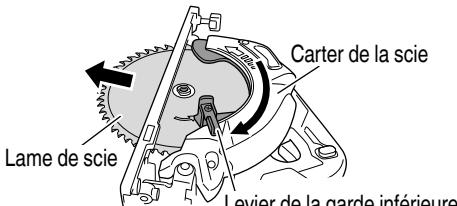

Fig. 10
- (2) Appuyer sur le levier de verrouillage, verrouiller l'arbre, et retirer le boulon à bride hexagonal et la rondelle (B) à l'aide de la clé hexagonale 5 mm.
- (3) Tout en tenant le levier de la garde inférieure pour maintenir la garde inférieure complètement rentrée dans le carter de la scie, retirer la lame de scie (Fig. 10).